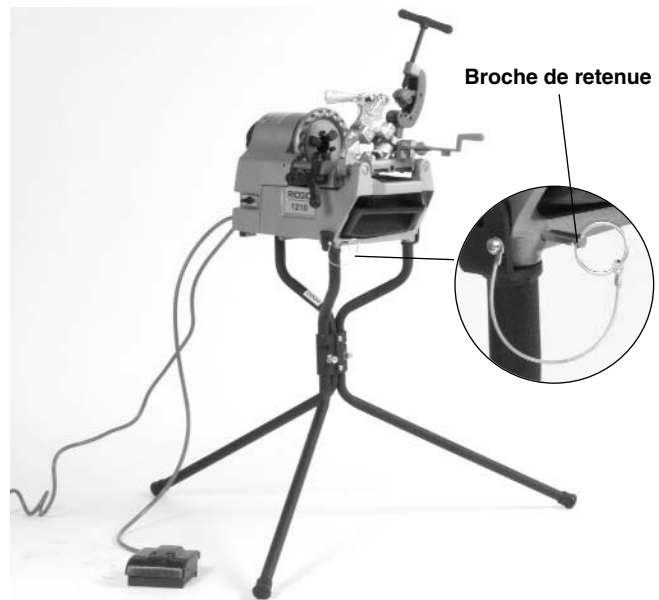

Figure 4 – La fileteuse n° 1210 montée sur trépied n° 120
- Introduisez la broche de retenue dans l'embase de la fileteuse comme indiqué dans l'insert de la *Figure 4*. La broche de retenue aide à éviter le renversement de la fileteuse en cours d'utilisation.